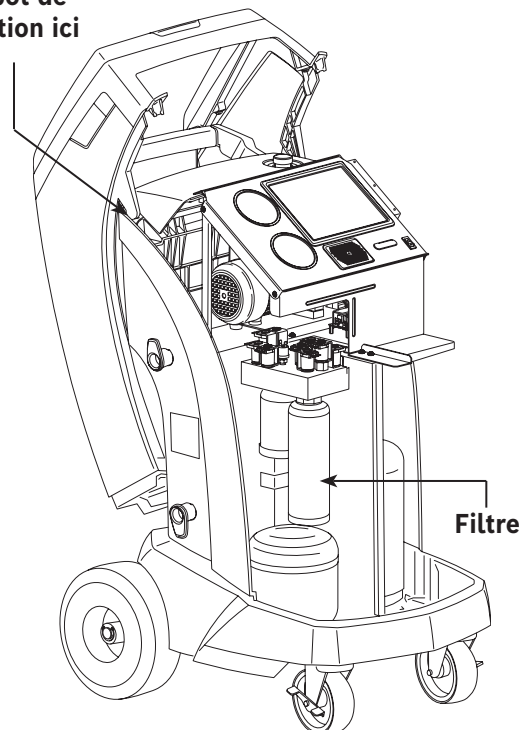

Figure 7
3. Accrochez le capot de protection à l'arrière de la machine comme illustré à la Figure 7.
6. Installez le nouveau filtre en le vissant dans le sens horaire. Vérifiez que le filtre est bien positionné, comme illustré à la Figure 7. Serrez le filtre à 20 Nm.